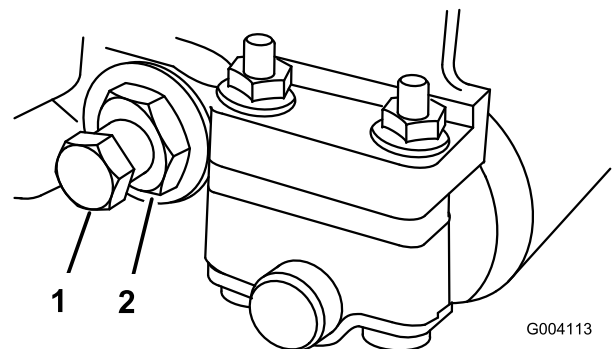

Figura 58
2. Afloje la tuerca de tensado del muelle hasta que el muelle deje de presionar la arandela contra la barra de asiento (Figura 58).
3. En cada lado de la máquina, afloje la contratuercas que fija el perno de la barra de asiento (Figura 58).